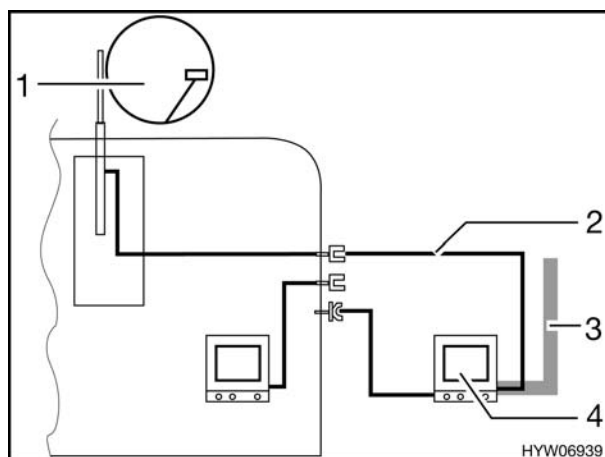

Fig. 140 TV nella veranda
- TV nella tenda veranda (Fig. 140,4): collegamento all'antenna del tetto (Fig. 140,1) con cavo di collegamento (Fig. 140,2).
- TV nella tenda veranda (Fig. 140,4): collegamento a antenna esterna (Fig. 140,3).